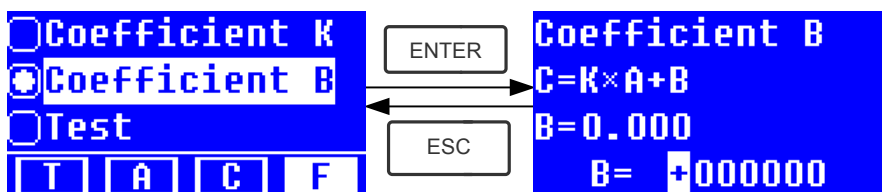

Fig.4-19
- Entrer la valeur de B de la même façon (Fig. 4-19)